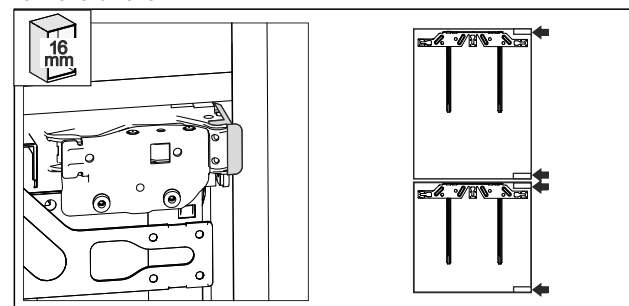

Fig. 51
- Stěna nábytku o tloušťce 16 mm: distanční vložky doléhají na straně závěsů na boční stěnu výklenku nábytku. Fig. 51 ()